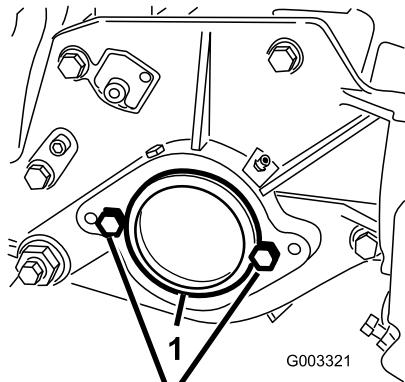

Figure 7
2. A l'extrême droite du plateau de coupe, retirez l'obturateur en plastique du logement de roulements (Figure 7).
3. Enlevez les 2 vis de la plaque latérale droite (Figure 7).
5. Placez les 2 vis de fixation du moteur de cylindre sur la plaque latérale gauche du plateau de coupe sans les serrer (Figure 7).